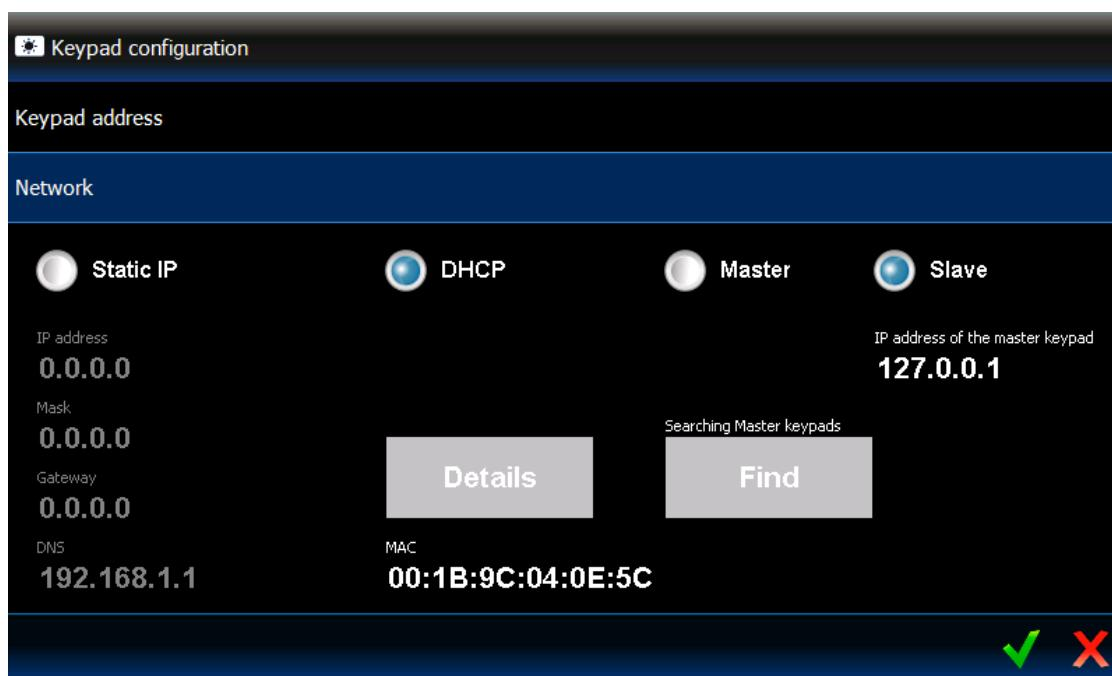

Рис. 6. Сетевые настройки клавиатуры после выбора опции «Slave».
- Выберите опцию «Slave» (см.: рис. 6).